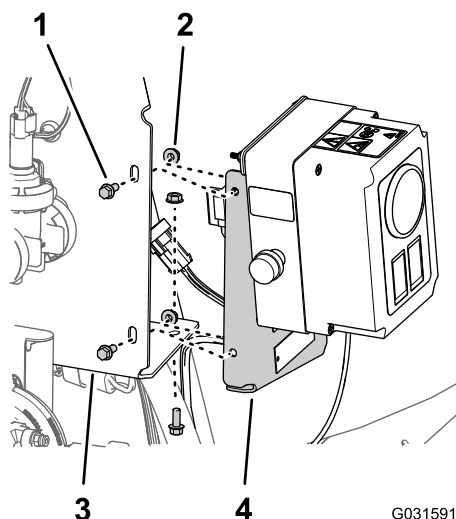

図 181
1. コントロールボックス用の取り付けプレートの穴を、散布バルブ用のマニホルドマウントの穴またはスロットに合わせる 図 181。
2. コントロールボックスをマニホルドマウントに取り付ける 図 181 ステップ 1 マニホルドマウントからコントロールボックスを外す (ページ 13) で取り外したフランジヘッドボルト 1/4 x 5/8" 3本と溝付きフランジナット 1/4" 3個を使用する。